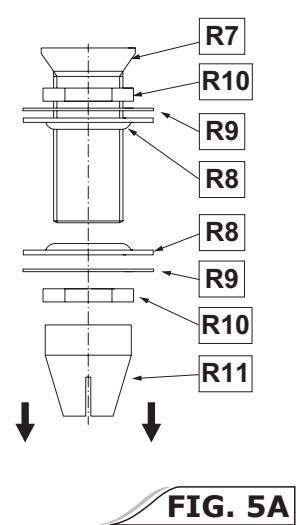

FIG. 5A
- Unscrew the locking sleeve (**R11**) and nut (**R10**), then remove one metal washer (**R9**) and one rubber washer (**R8**) from the threaded ferrule of connector (**R7**). **Fig. 5A**
- Destornillar el casquillo de bloqueo (**R11**) y la tuerca (**R10**) y luego quitar una arandela de metal (**R9**) y una arandela de caucho (**R8**) del roscado anillo del manguito (**R7**). **Fig. 5A**